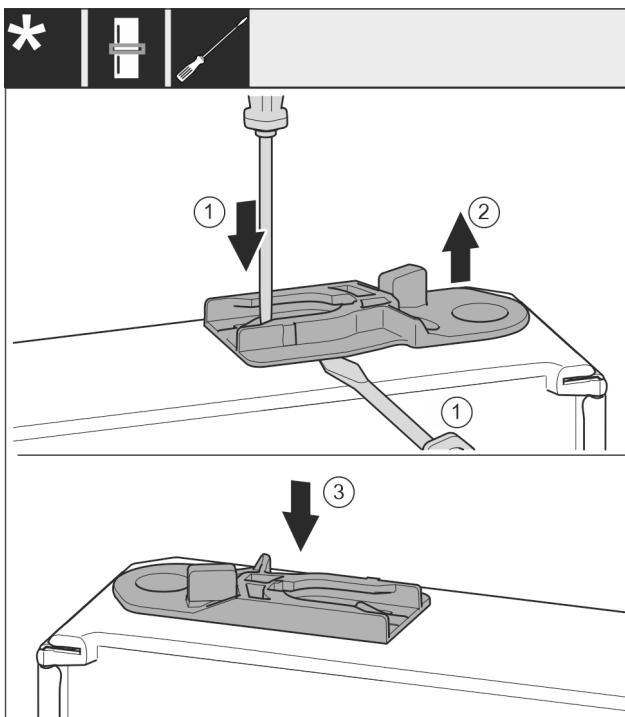

Fig. 38
► Изваждане на направляващата втулка: С плоска отвертка натиснете езичето и едновременно с това вкарайте плоска отвертка под направляващата втулка. Fig. 38 (1, 2)
► Вкарайте приложената към доставката направляваща втулка от другата страна на корпуса. Fig. 38 (3)